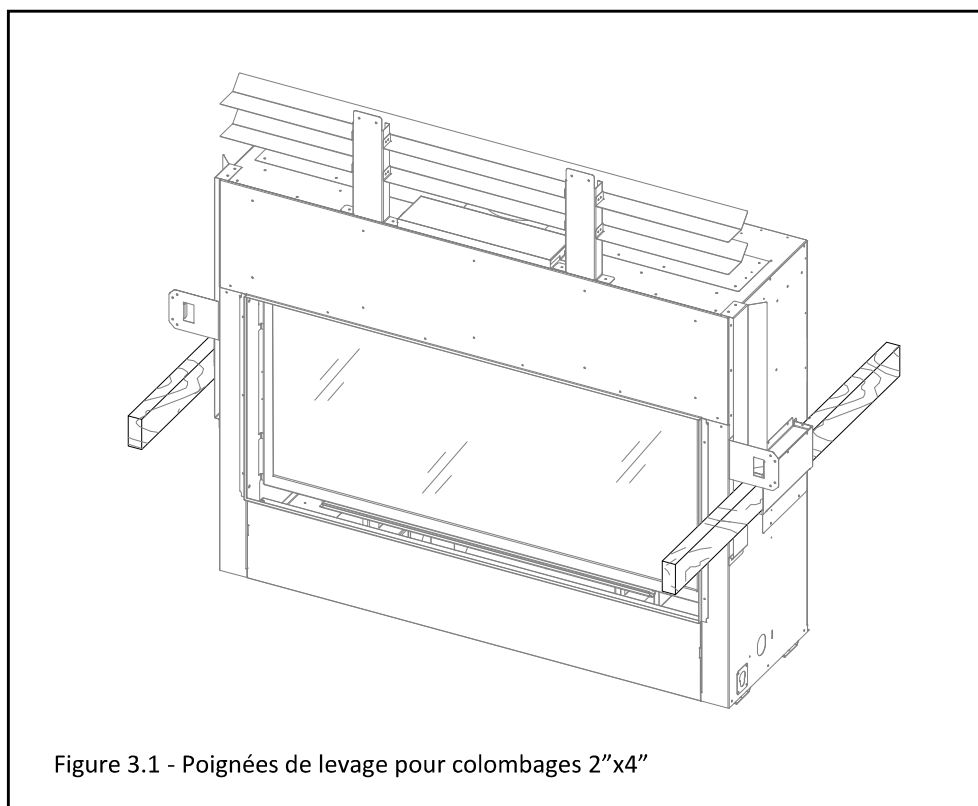

Figure 3.1 - Poignées de levage pour colombages 2"x4"
Les deux côtés de l'appareil sont munis de poignées de levage permettant de le lever avec les mains (aucun bord coupant) ou d'y insérer un colombage 2" x 4", tel que montré à la FIGURE 3.1.
2. Fixez les étriers de dégagement supérieurs avec (4) vis sur le dessus du foyer, tel que montré à la Figure 3.1.
4. Fixez les écrans thermiques horizontaux aux étriers de dégagement supérieurs avec les (8) vis, tel que montré à la Figure 3.1.